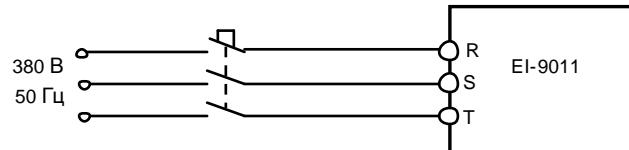

Рис. 4.16. Подключение ПЧ к сети 3Ф 380В.
4.12.2. Подключить ПЧ к сети 3Ф ~380 В, как показано на рис. 4.16.